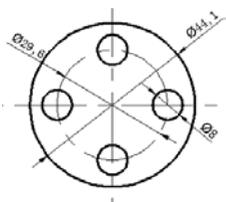

图 9.3.1 图层的應用举例
本例要求先创建“轮廓线层”、“中心线层”和“尺寸线层”三个图层，它们的颜色、线宽和线型等属性各不相同，然后利用这三个图层创建图 9.3.1 所示的图形。其一般操作步骤如下：
(1) 切换图层。在“图层”工具栏中，选择“尺寸线层”图层。
(2) 使用 **标注(A)** → **直径(D)** 命令，创建图 9.3.1 所示的直径标注。